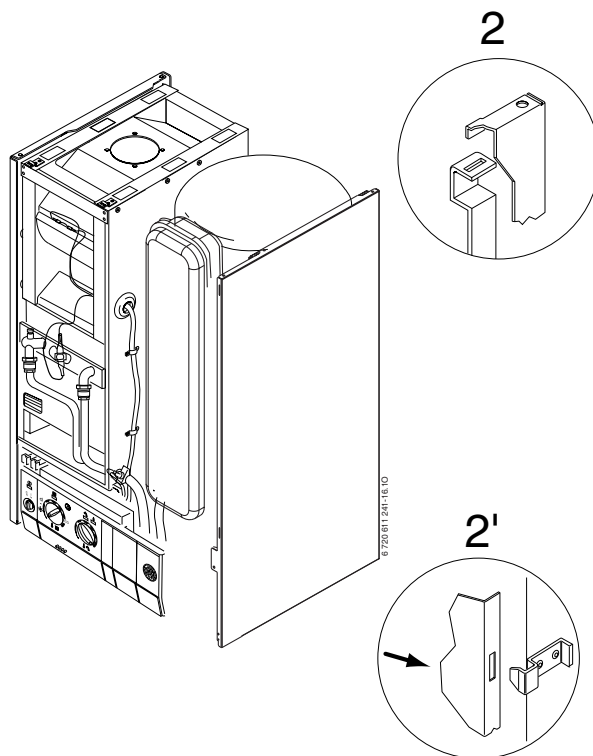

Fig. 13
- ▶ Introduza os ganchos da tampa direita nos furos, que se encontram na parte superior (2) e fixe-a com o parafuso na parte inferior (2') como na fig. 13.